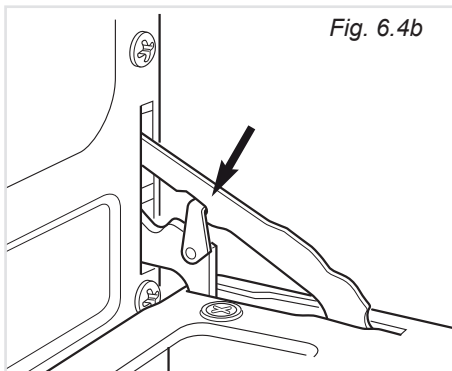

Fig. 6.4b
- Agganciare l'anello di ritegno all'apposito dente delle cerniere destra e sinistra (fig. 6.4b).